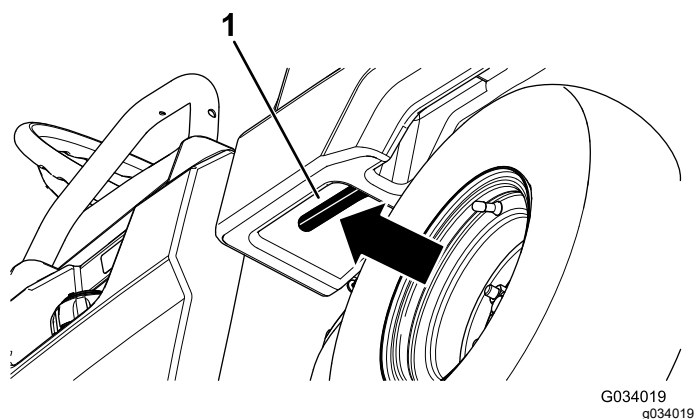

Figure 13
1. Tirez le levier situé à l'intérieur et à gauche du plateau de chargement vers vous, et levez le plateau (Figure 13).
1. Levez légèrement le plateau de chargement en soulevant le levier de verrouillage (Figure 13).